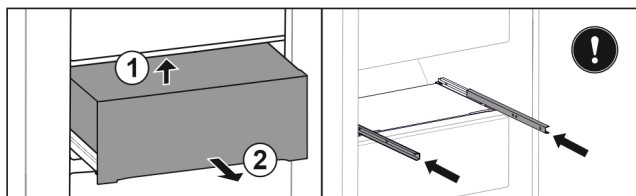

Fig. 135
- ▶ Ridicați sertarul de jos spate. Fig. 135 (1)
- ▶ Extrageți sertarul spre înainte. Fig. 135 (2)